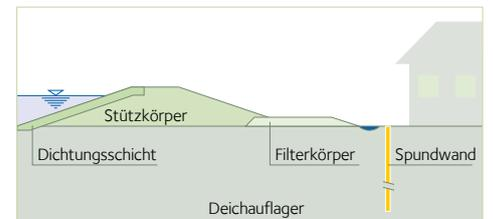

Abb. 4: Setzungsschutz
- Die Stahlspundwand kann auch als **Setzungsschutz** fungieren. In diesem Fall wird die Spundwand landseitig vom Deich eingebracht und isoliert ihn statisch von nahe gelegenen Bauten. Dadurch können Setzungen sowohl von Gebäuden als auch vom Deich selbst vermieden werden. (Abb. 4)